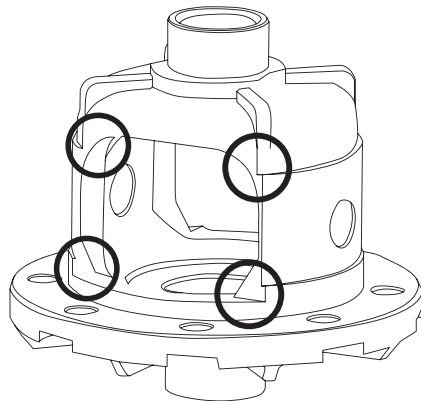

Рис. 2
5. В местах, отмеченных на **Рис. 2**, необходимо снять часть металла, используя круглый напильник. (см. раздел Инструменты).